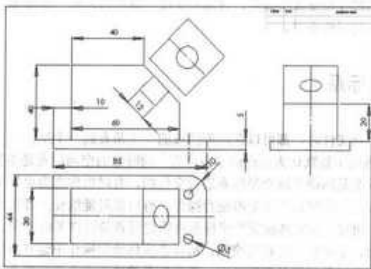

图 2-44 要导入的工程图
(1) 单击标准工具栏中的  (打开) 工具, 在“打开”对话框的“文件类型”选项框中选择“DXF”或“DWG”格式, 并在所选项目列表中选取要进行操作的工程图文件, 如图 2-44 所示。
(2) 单击“打开”按钮, 弹出“DXF/DWG 输入”对话框引导用户进行文件的输入。